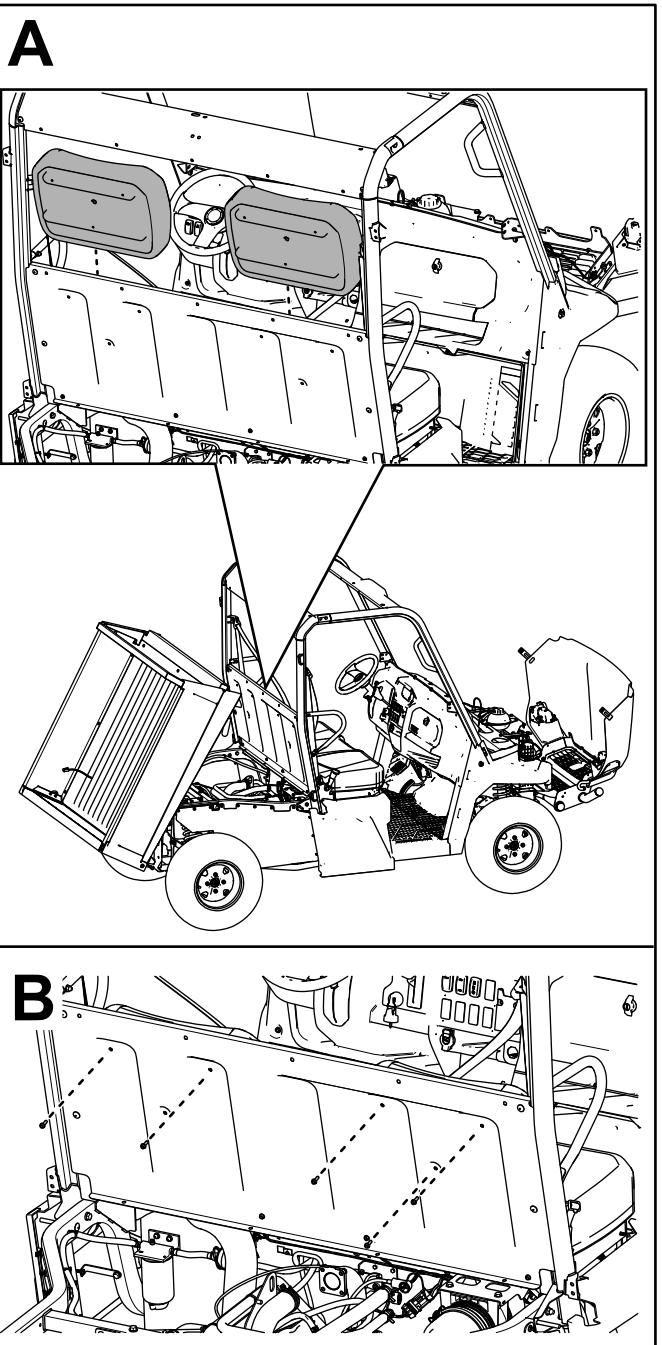

Figure 27
E. Fixez les 2 dossier de siège au panneau de siège à l'aide de 5 boulons à tête hexagonale à embase (1/4 x 3/4 po), comme montré à la Figure 27.